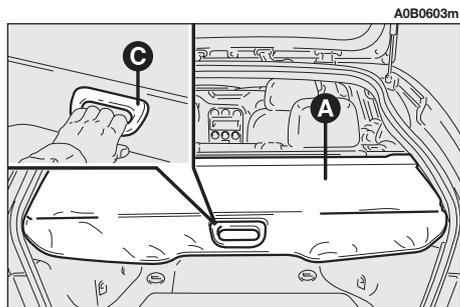
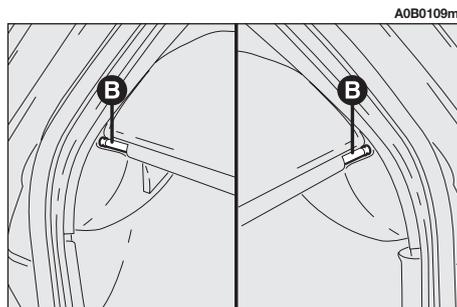

fig. 28
fig. 29
La tendina copribagaglio (**A-fig. 28**) può essere arrotolata e rimossa.
Per arrotolarla sfilare i due perni posteriori (**B-fig. 29**) dalle rispettive sedi.
**AVVERTENZA** Accompagnare la tendina mentre si arrotola, tenendola dalla maniglia (**C-fig. 28**).
Per rimettere la tendina infilare le estremità dell'avvolgitore nelle rispettive sedi, accertandosi che i ganci di fissaggio siano correttamente bloccati in avanti rendendo visibili i simboli verdi alla base dei pulsanti stessi, quindi distenderla tirandola dalla maniglia (**C-fig. 28**) ed agganciare i due perni posteriori (**B-fig. 29**).